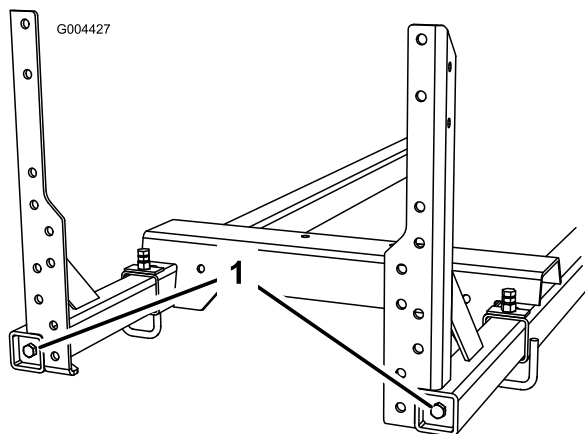

図 8
4. ブームフレーム・ボルトを締めつける（図 8）。ボルトを 91-113 Nm (67-83 ft-lb = 9.3-11.5 kg.m) にトルク締めする。